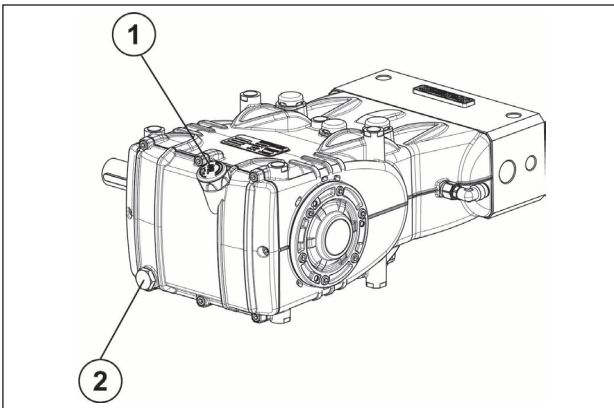

Abb. 1
Vor den Reparaturarbeiten an der Mechanik muss zunächst das Öl aus dem Kurbelgehäuse abgelassen werden. Zum Ablassen des Öls müssen entfernt werden: der Ölmesstab Pos. ① und anschließend der Verschluss Pos. ②, (Abb. 1).